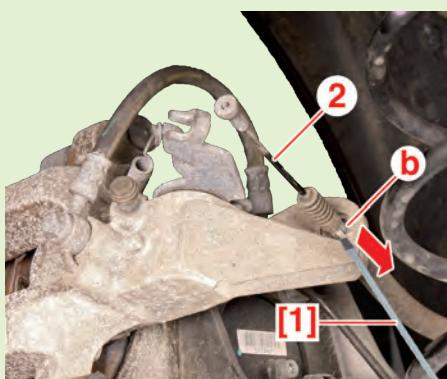

Fig.2
- Libérer et dégager le câble de frein de stationnement de l'œillet en (b) à l'aide du tournevis [1] (Fig.2).